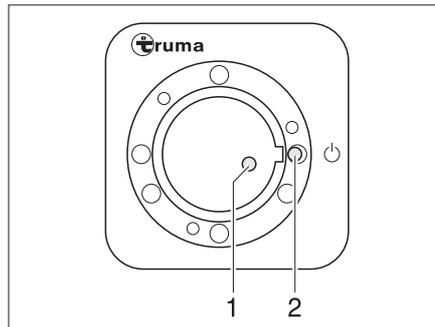
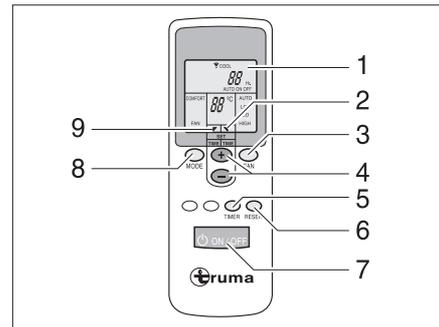

Fig. 220 Receptor
Fig. 221 Mando a distancia
El mando a distancia (Fig. 221) y el receptor (Fig. 220) para la instalación de aire acondicionado se encuentran en la zona de la cocina.
- Conectar el mando a distancia por medio del interruptor (Fig. 221,7). La luz de control verde (Fig. 220,1) indica el funcionamiento de refrigeración.
- Ajustar el modo de funcionamiento deseado con la tecla (Fig. 221,8).
- De ser necesario, ajustar la potencia del ventilador y la temperatura ambiente deseadas con las teclas (Fig. 221,3 y 4). La flecha (Fig. 221,9) indica el modo de ajuste seleccionado.
- ▷ En el receptor se encuentra un pulsador interruptor adicional (Fig. 220,2) con el cual la instalación de aire acondicionado también se puede desconectar o conectar sin mando a distancia. En caso de que se conecte la instalación de aire acondicionado por medio de este pulsador interruptor, automáticamente se seleccionará el último modo de funcionamiento ajustado en el mando a distancia.
- Para desconectar, volver a pulsar la tecla (Fig. 221,7) del mando a distancia.
- Para la programación, conectar la instalación de aire acondicionado con la tecla (Fig. 221,7) del mando a distancia.
- Ajustar el modo de funcionamiento y la temperatura ambiente deseados con las teclas (Fig. 221,8, 3 y 4).
- Seleccionar la función deseada (Fig. 221,1) con la tecla (Fig. 221,5):
- Seleccionar el tiempo de conmutación deseado (de 1 a 15 horas) con las teclas (Fig. 221,4). La flecha (Fig. 221,2) parpadea e indica el modo de ajuste seleccionado.
- ▷ Con la tecla (Fig. 221,6) se realizan transmisiones repetidas de los ajustes del mando a distancia al emisor.